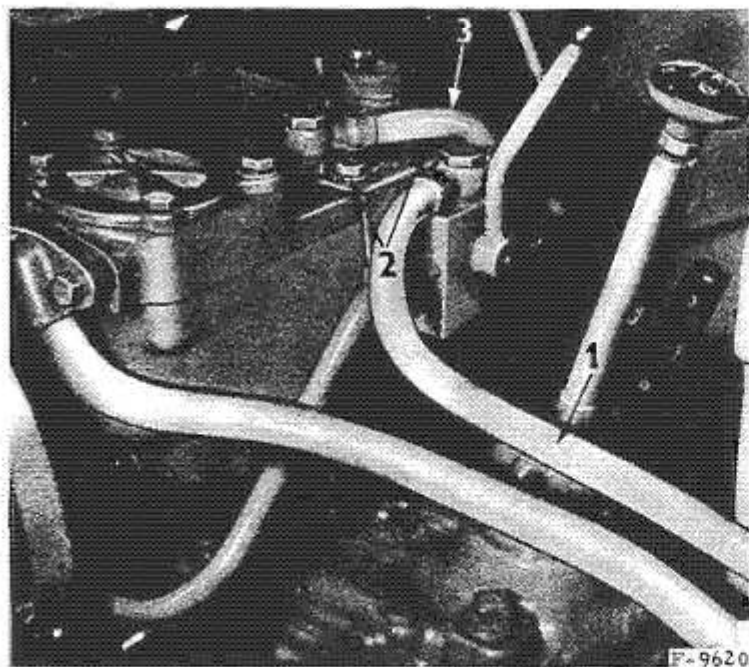

Fig. 36. - Raccordement et branchement des tuyauteries.
1. Démontez les tuyauteries hydrauliques et modifiez la tuyauterie de refoulement (1, fig. 36) selon la forme et les cotes données sur le dessin SDZG 706 joint au colis. Toutefois il est très important d'éviter toute interférence avec le levier de changement de vitesse.
2. Fixez le distributeur sur le relevage au moyen des deux vis avant gauche du couvercle de carter (2, fig. 36).
3. Mettez ensuite en place la tuyauterie courte de raccordement de la cheminée de relevage au distributeur et serrez les vis creuses (3, fig. 36).